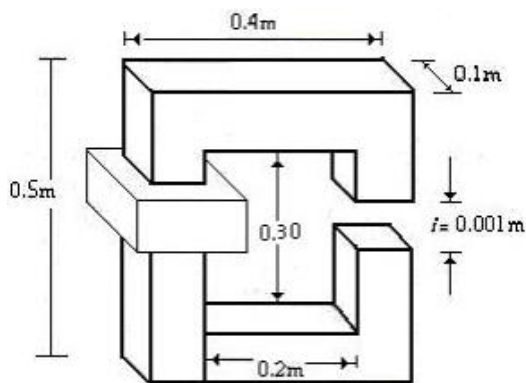

Fig. 3
2.-En el *entrehierro* del circuito magnético de la Fig. 3 se necesita un *flujo útil* de 10 mWb. Determinar la *fmm* necesaria suponiendo la construcción con chapa de *silicio-acero*. Considerar 5 % de *flujo disperso* en el *entrehierro* y *factor de laminado* 0,85.-